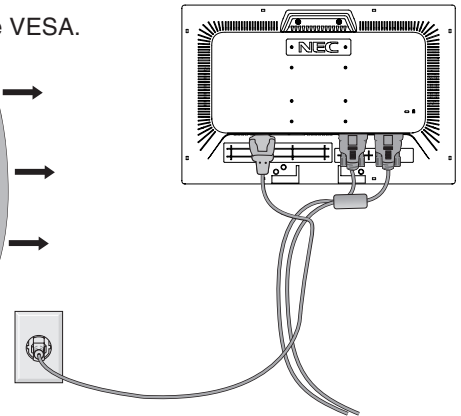

Figura R.3
4. Collegare tutti i cavi sulla parte posteriore del monitor (**Figura R.3**).